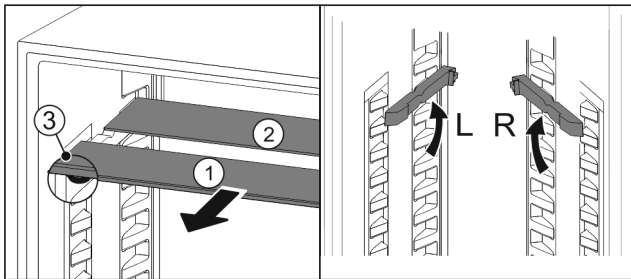

Fig. 81
- ▶ Trekk glassplatene enkeltvis fremover og ut Fig. 81 (1).
- ▷ Glassplate Fig. 81 (1) med pyntelist ligger foran.
- ▷ Stoppere Fig. 81 (3) peker nedover.